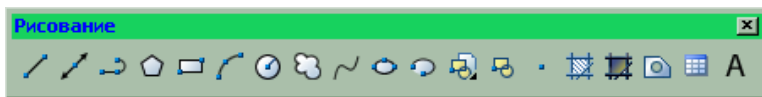

Рис. 2.3. Панель инструментов рисования
*Бесконечная прямая.* Для построения бесконечной линии используются меню Рисование – Прямая или кнопкой  панели инструментов «Рисование». Сама панель инструментов показана на рис. 2.3. Изначально линии строятся по двум точкам, при этом после указания первой программа предлагает провести через нее необходимое количество линий, для выбора направления которых служат вторые точки. Для проведения линий через другую точку следует прекратить выполнение команды клавишей «ESC» или щелчком правой кнопки мыши, после чего повторить команду, указав в качестве первой другую точку.